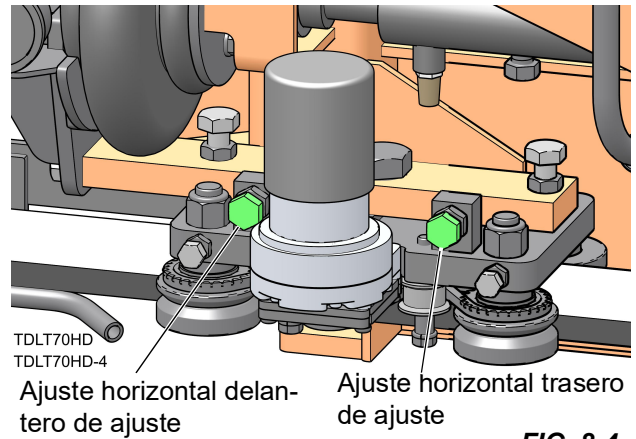

FIG. 8-4
8. Afloje las tuercas de seguridad del perno de ajuste horizontal. See FIG. 8-4.